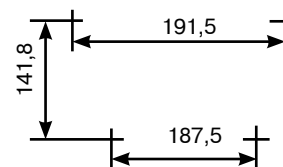

Рис. 7.3
- произведите разметку в соответствии с рис. 7.3;